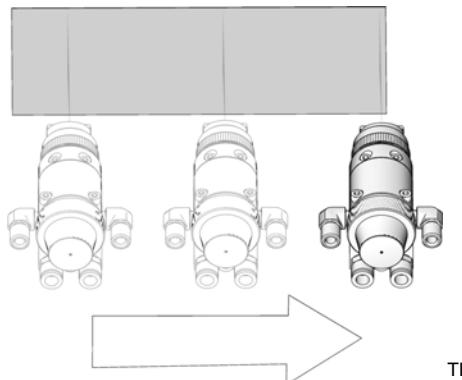

图 10：正确的喷涂方法
- 沿被喷表面一道一道顺畅、平行地喷涂，每道重叠 50%。见 图 10。